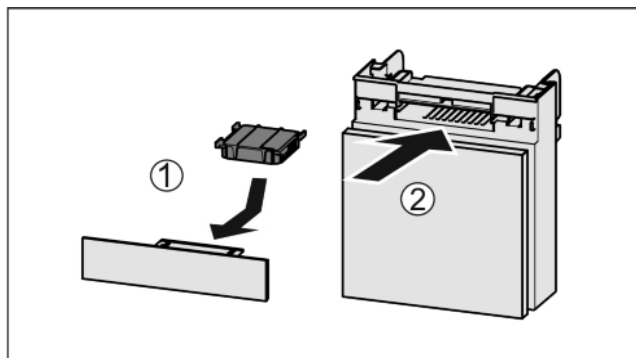

Fig. 34
- ▶ Вставити фільтр з активованого вугілля за малюнком Fig. 34 (1).
- ▶ Вставити відділення Fig. 34 (2).